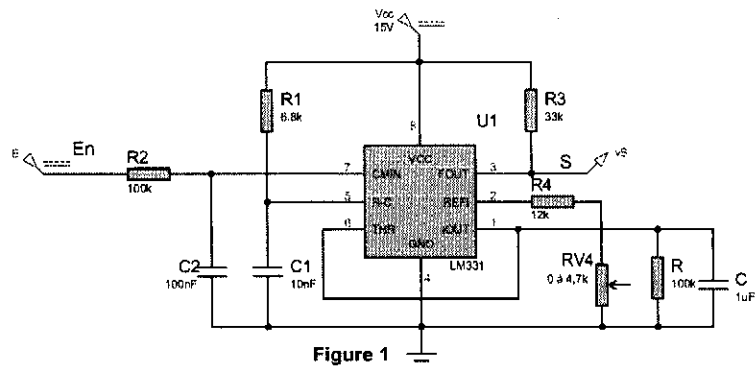

Figure 1
On se propose d'étudier une conversion tension \rightarrow fréquence utilisant un circuit intégré LM331. Le schéma du montage est donné à la figure 1. Une variation de la tension d'entrée E engendre une variation proportionnelle de la fréquence f du signal de sortie $v_S(t)$.
1.2. Réaliser le montage selon le schéma de la figure 1 et appliquer à l'entrée E une tension continue d'amplitude E réglable entre 0 et 10 V et visualiser à l'oscilloscope la tension de sortie $v_3(t)$ de fréquence f .
Modifier à nouveau le montage selon le schéma de la figure 1.
Expliquez sommairement le principe de fonctionnement du montage de la figure 1 en utilisant le schéma de principe du circuit intégré LM331 de la figure 2 et en précisant les rôles de chacun de ses composants : comparateur, monostable, source de courant i , interrupteur k et transistor T .